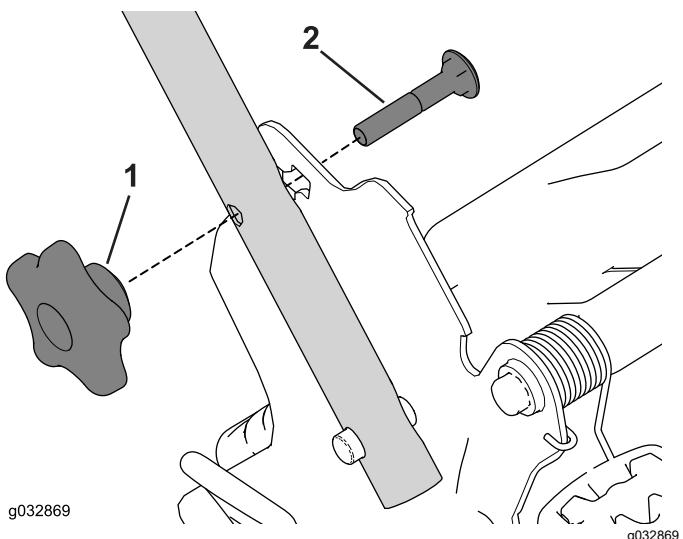

図 22
- ハンドルブラケットからハンドルノブ2個とキャリッジボルト2本を外して保管する 図 22。